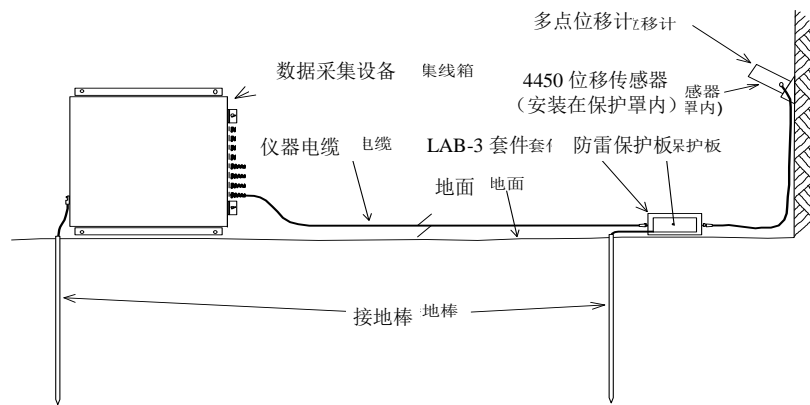

图 2—推荐的雷电保护示意图
- 如果传感器与终端盒和多路集线箱连接，可以考虑在终端盒或多路集线箱内安装放电装置。终端盒与多路集线箱在基康均有供应，设备已为这些元件预留有现成的安装位置。由基康提供的雷电保护板 LAB-3（选装件）可以直接安装在传感器附近，该装置有可拆卸的顶盖，以便保护板损坏时，用户可以自行更换受损元件或保护板。此外在外壳上还设置了接地端子，参见图 2，有关详细信息可与厂家接洽。